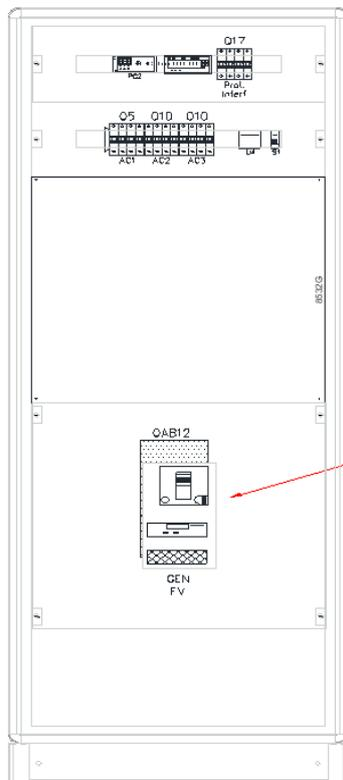

Figura 5. Particolare del LAY-OUT del QFV
- 2) **apertura dell'interruttore Generale Fotovoltaico contenuto nel quadro QFV: vedi figura 5;**
- a) L'intervento del dispositivo Differenziale può succedere oltre che per un guasto verso terra anche per sovratensioni, di rete o dovuto ai temporali. Il primo intervento che può essere fatto anche da PEC (Persona Comune per la norma CEI 11-27) è controllare che l'interruttore GEN FV della figura 5 è scattato (leva su OFF) oppure no.